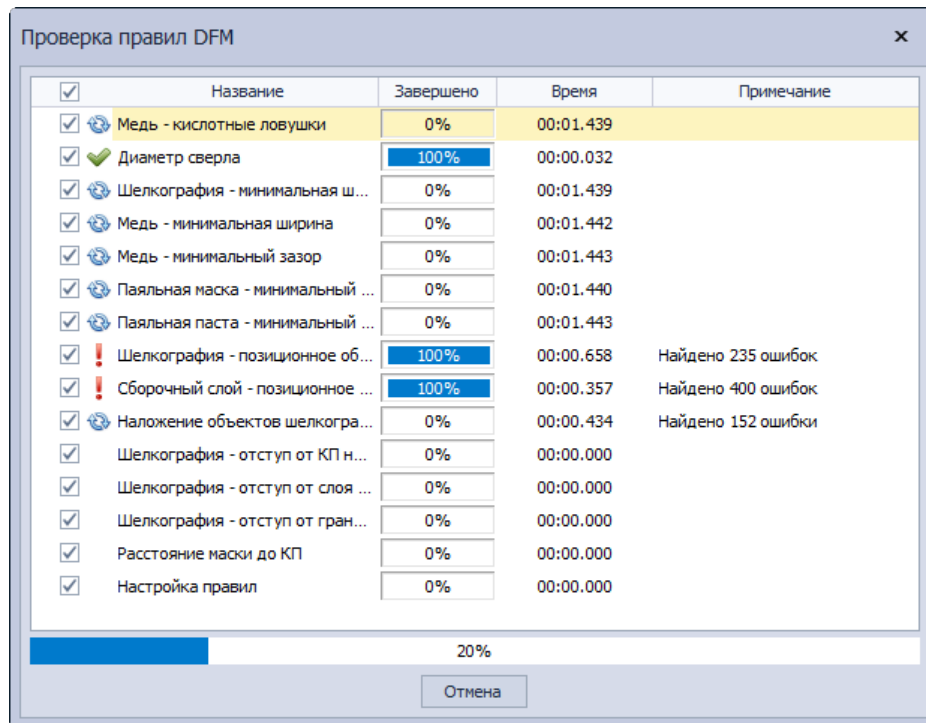

Рис. 381 Отображение процесса DFM-проверки платы
2. В открывшемся окне будет отображен процесс выполнения DFM-проверки платы, Рис. 381.